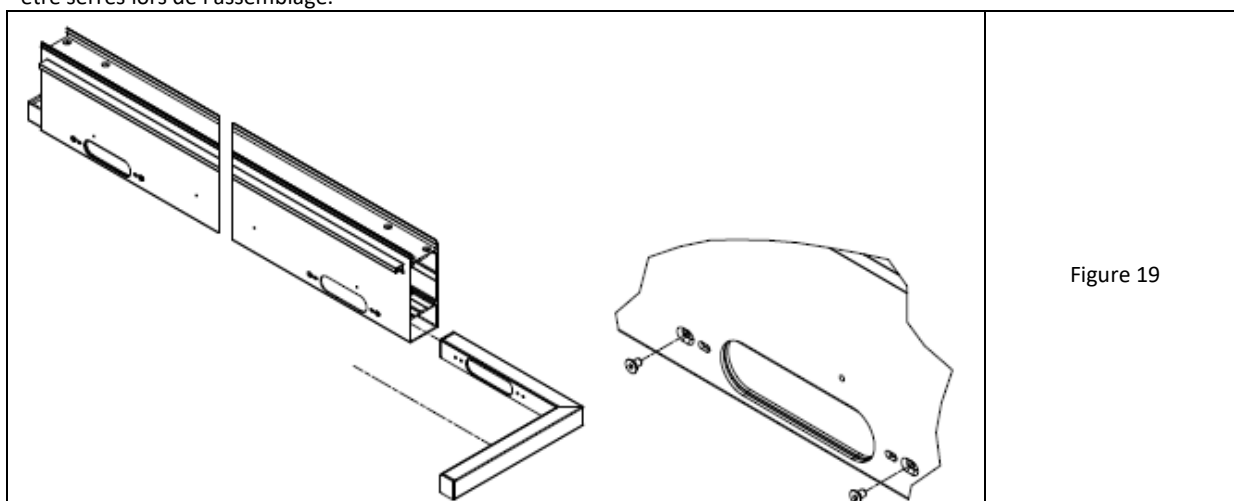

Figure 19
2. Lors de l'insertion, éviter d'abraser la couche d'étanchéité et n'appliquer l'EPDM sur la paroi de la poutre que lorsque les contours des haricots sont alignés. Serrer avec 2 vis à tête fraisée M5x8 (dans les trous extérieurs de l'haricot à tête fraisée) (Fig.19).
7. Lors de l'insertion, éviter d'abraser la couche d'étanchéité et n'appliquer l'EPDM sur la paroi de la poutre qu'après avoir aligné les contours de l'haricot. Serrer avec 2 vis à tête fraisée M5x8 (dans les trous extérieurs de l'haricot à tête fraisée) (Fig.19).
17. Lors de l'insertion, éviter de frotter la couche d'étanchéité et n'appliquer l'EPDM sur la paroi de la poutre qu'après avoir aligné les contours de l'haricot. Serrer le transfert avec 2 vis à tête fraisée M5x8 (dans les trous extérieurs de l'haricot) (Fig.19-droite).
3. Lors de l'insertion, éviter d'abraser la couche d'étanchéité et n'appliquer l'EPDM sur la paroi de la poutre que lorsque les contours des haricots sont alignés. Serrer avec 2 vis à tête fraisée M5x8 (dans les trous extérieurs de l'haricot à tête fraisée) (Fig.19).